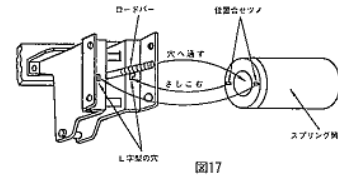

図17
9. スプリング筒の位置合わせツノを本体フレーム側にし、中心穴にロードバーを通して下さい。スプリング筒の位置合わせツノ2本を本体フレーム後面のL字型の穴に差し込み、下へ押下げ固定して下さい(図17参照)。